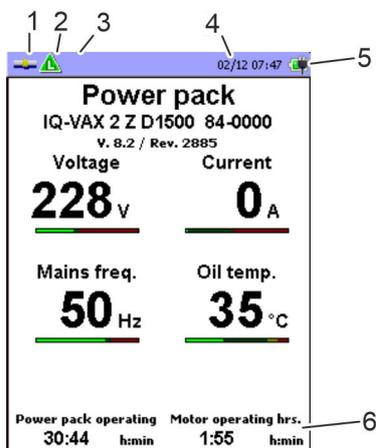

Рис. 35: Органы индикации
- ⇒ Правильное соединение между гидравлическим агрегатом и панелью управления (BE) показывается в статусе соединения (Рис. 35/1) посредством .
- ⇒ Когда соединение для передачи данных между панелью управления (BE) и гидравлическим агрегатом установлено, отображается меню «Данные агрегата».
5. ► Если соединение между панелью управления (BE) и гидравлическим агрегатом неисправно (статус соединения ) , убедитесь, что адаптерный кабель подключен правильно.
12.6 Затяжка с использованием панели управления (BE)